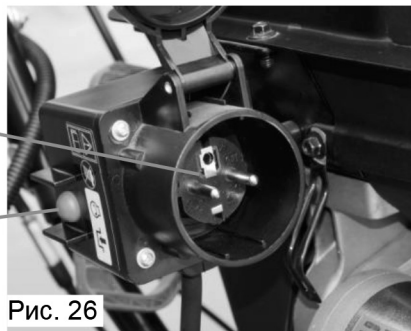

Рис. 26
1. Подключите удлинитель от розетки 220 В к разъему 220В машины (Рис. 26, поз. 1);
2. Нажмите на кнопку стартера и удерживайте пока двигатель не запустится, но не более 5 секунд (Рис. 26, поз. 2).